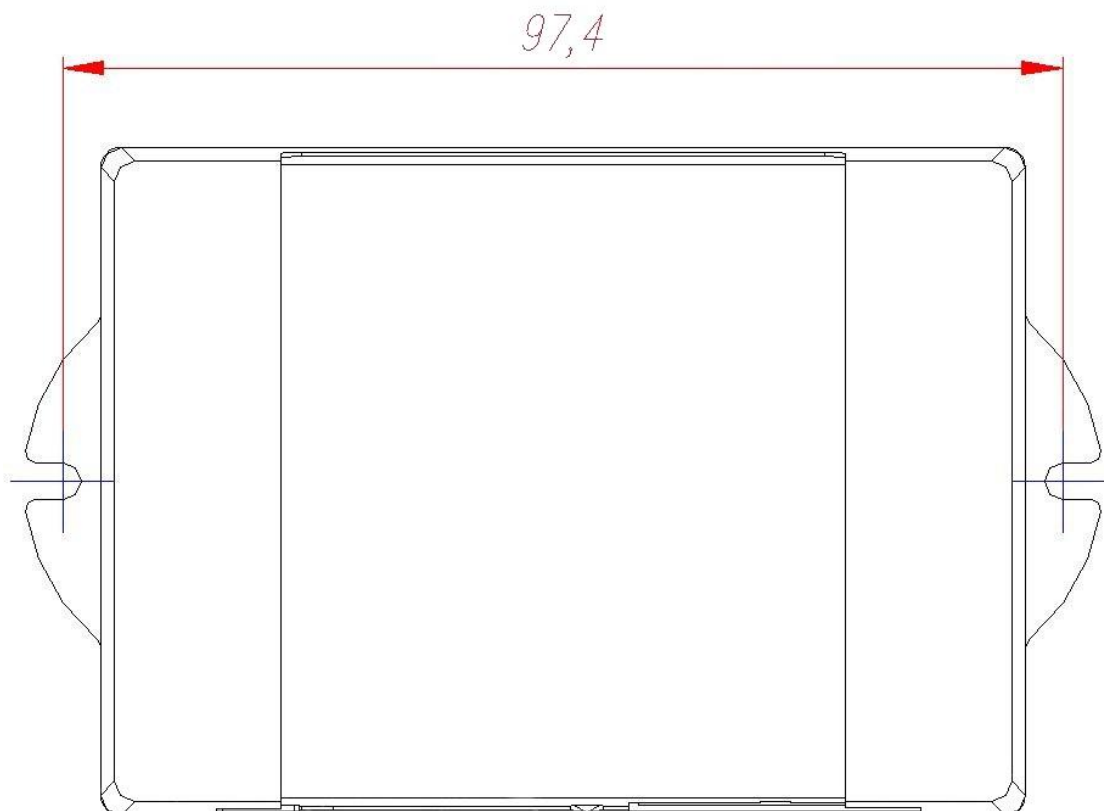

Рисунок 4.4 Установочные размеры терминала FORT-111
1. Место установки терминала должно быть выбрано, исходя из его габаритных (105x78x30 мм) и установочных (см. рисунок 4.4) размеров, а также с учетом обеспечения требуемого пространства для удобного подключения разъемов.